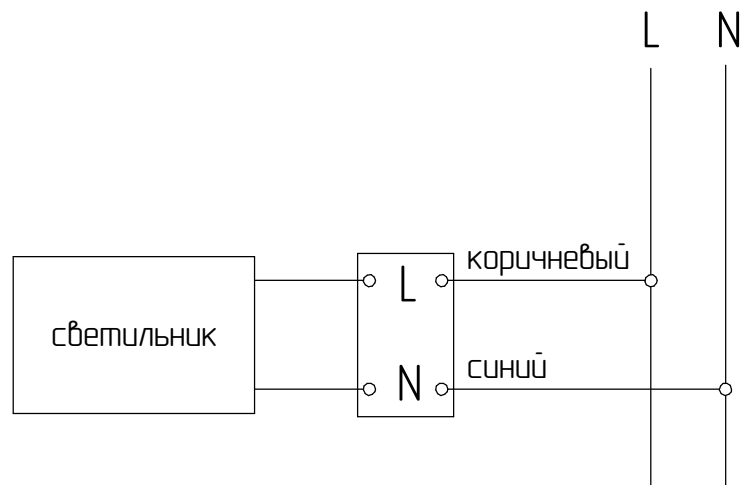

Рисунок 3 - Схема подключения к сети светильника ДБУ01.
5.5 Подсоедините светильник к питающей электросети (см.рисунок 3 и 4)